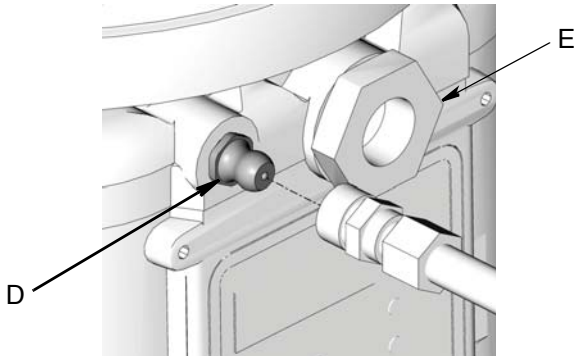

Рис. 13
1. Подсоедините заправочный шланг к впускному штуцеру (Рис. 13).